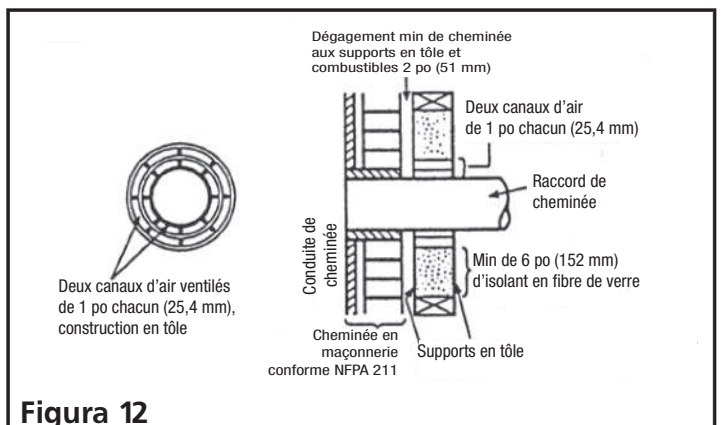

Figure 12
3. Un manchon d'emboîtement de cheminée, tel qu'illustré pour 3 po et 4 po ci-dessus (Figures 12 et 13) doit être pour les types de connexion de 3 po et de 4 po, pour faciliter le retrait du raccord de cheminée pour le nettoyage. Le manchon d'emboîtement de cheminée doit avoir une argile réfractaire conforme à ASTM C315 avec une épaisseur minimale du mur de 5/8 po, ou un matériau d'une durabilité équivalente. Le diamètre intérieur du manchon d'emboîtement doit être dimensionné pour un bon ajustement serré d'un diamètre de conduit de raccord de cheminée de 6 po (15 cm). Le manchon d'emboîtement doit être installé sans endommager le conduit de cheminée. Le manchon d'emboîtement doit s'étendre au travers du mur de la cheminée vers, mais pas au-delà de, la surface intérieure du conduit de cheminée, et doit être collé en place de manière permanente avec de la colle à haute température.
Si le raccord de cheminée n'a pas à passer au travers d'un mur combustible pour passer à une cheminée de maçonnerie, connecter simplement le raccord de cheminée directement sur le manchon d'emboîtement de cheminée de la cheminée en maçonnerie, tel que décrit et illustré dans les Figures 12 et 13. Il faut se rappeler de ce qui suit : Le raccord de cheminée doit s'étendre dans le manchon d'emboîtement de cheminée sur la face interne du conduit de cheminée, mais pas au-delà. Si le raccord de cheminée est étendu au travers d'un manchon d'emboîtement de cheminée dans le conduit de cheminée, une résistance à la circulation de fumée et une accumulation des gaz de cheminée va se produire, ce qui aura un effet adverse sur le fonctionnement et la performance de l'appareil de chauffage et du système d'évacuation.